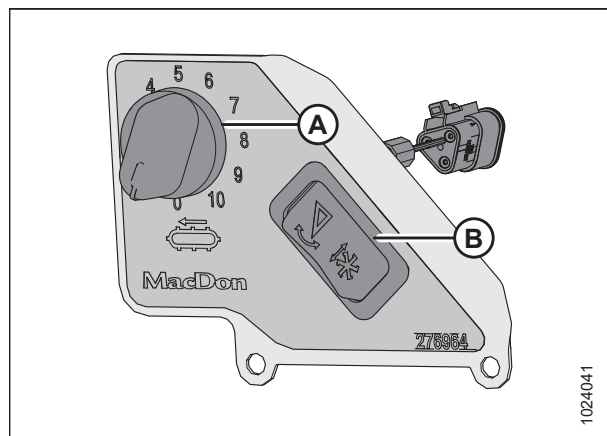

Abbildung 3.204: Kabinenmodul für die Einstellung der Seitenbandgeschwindigkeit
Die Taste (B) in Abbildung 3.204, Seite 178 ermöglicht es dem Bediener, zwischen den Steuerungen für die Schneidwerksneigung und die Horizontalverstellung der Haspel umzuschalten. Siehe Einstellen des Anstellwinkels vom Mähdrescher aus, Seite 149 bzgl. Anweisungen zu den Steuerungen.